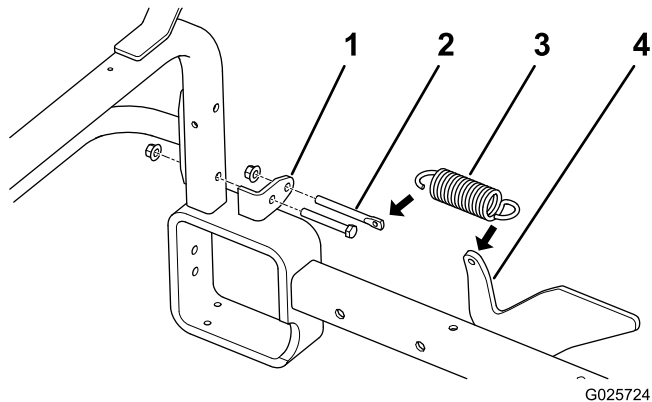

Bild 7
2. Nehmen Sie die **untere** Mutter und Schraube ab, mit denen jede Befestigungshalterung des Anbauvorrichtungsrohr an den vertikalen Rahmenrohren befestigt ist (Bild 7).
Hinweis: Positionieren Sie die Federhalterungen wie in Bild 7 dargestellt.